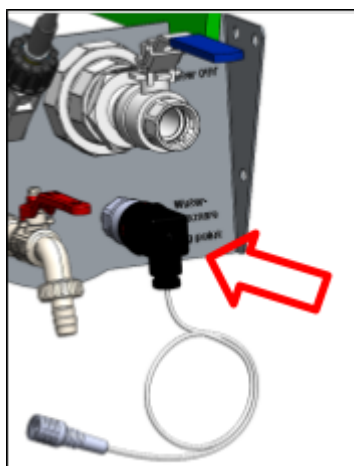

Figure 51.
- o Le capteur de pression est monté sur le côté droit du réservoir de mélange (voir Figure 51).